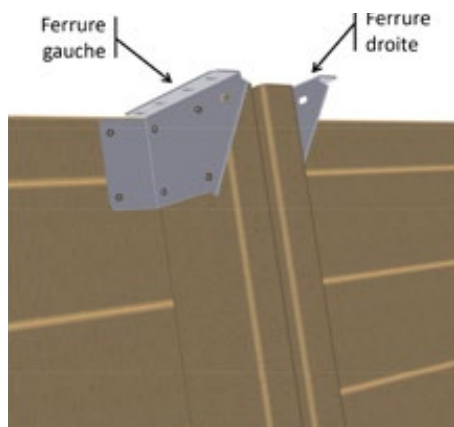

Figure 18 – Mise en place des ferrures en haut des jambes de force
- En haut des quatre jambes de force métalliques et des deux jambes de force en bois montées sur les largeurs de la piscine, mettez en place six ferrures « droite » et six ferrures « gauche » du kit « éléments de fixation » selon la **Figure 18**. Utilisez 6 vis penture torx 6 × 20 en inox A2 (sachet G) par ferrure, soit un total de 72 vis.